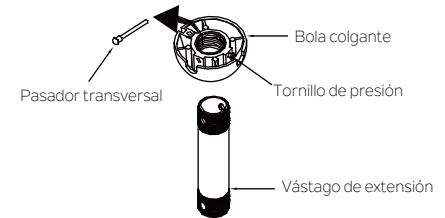

Fig. 6
Paso 2. Retire la bola colgante del ensamblaje del vástago de extensión aflojando los tornillos de presión, retirando el pasador transversal y deslizando la bola del vástago. (Fig. 6)